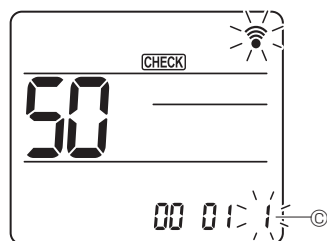

Fig. 6-17
- ④ Вибір номера параметра
- За допомогою кнопки [DOWN] змініть номер налаштування ⑦. (Fig. 6-17)
- ⑤ Для безперервного вибору декількох функцій
- Повторіть вибір ③ і ④ для безперервної зміни налаштувань кількох функцій.
- ⑥ Завершення вибору функцій